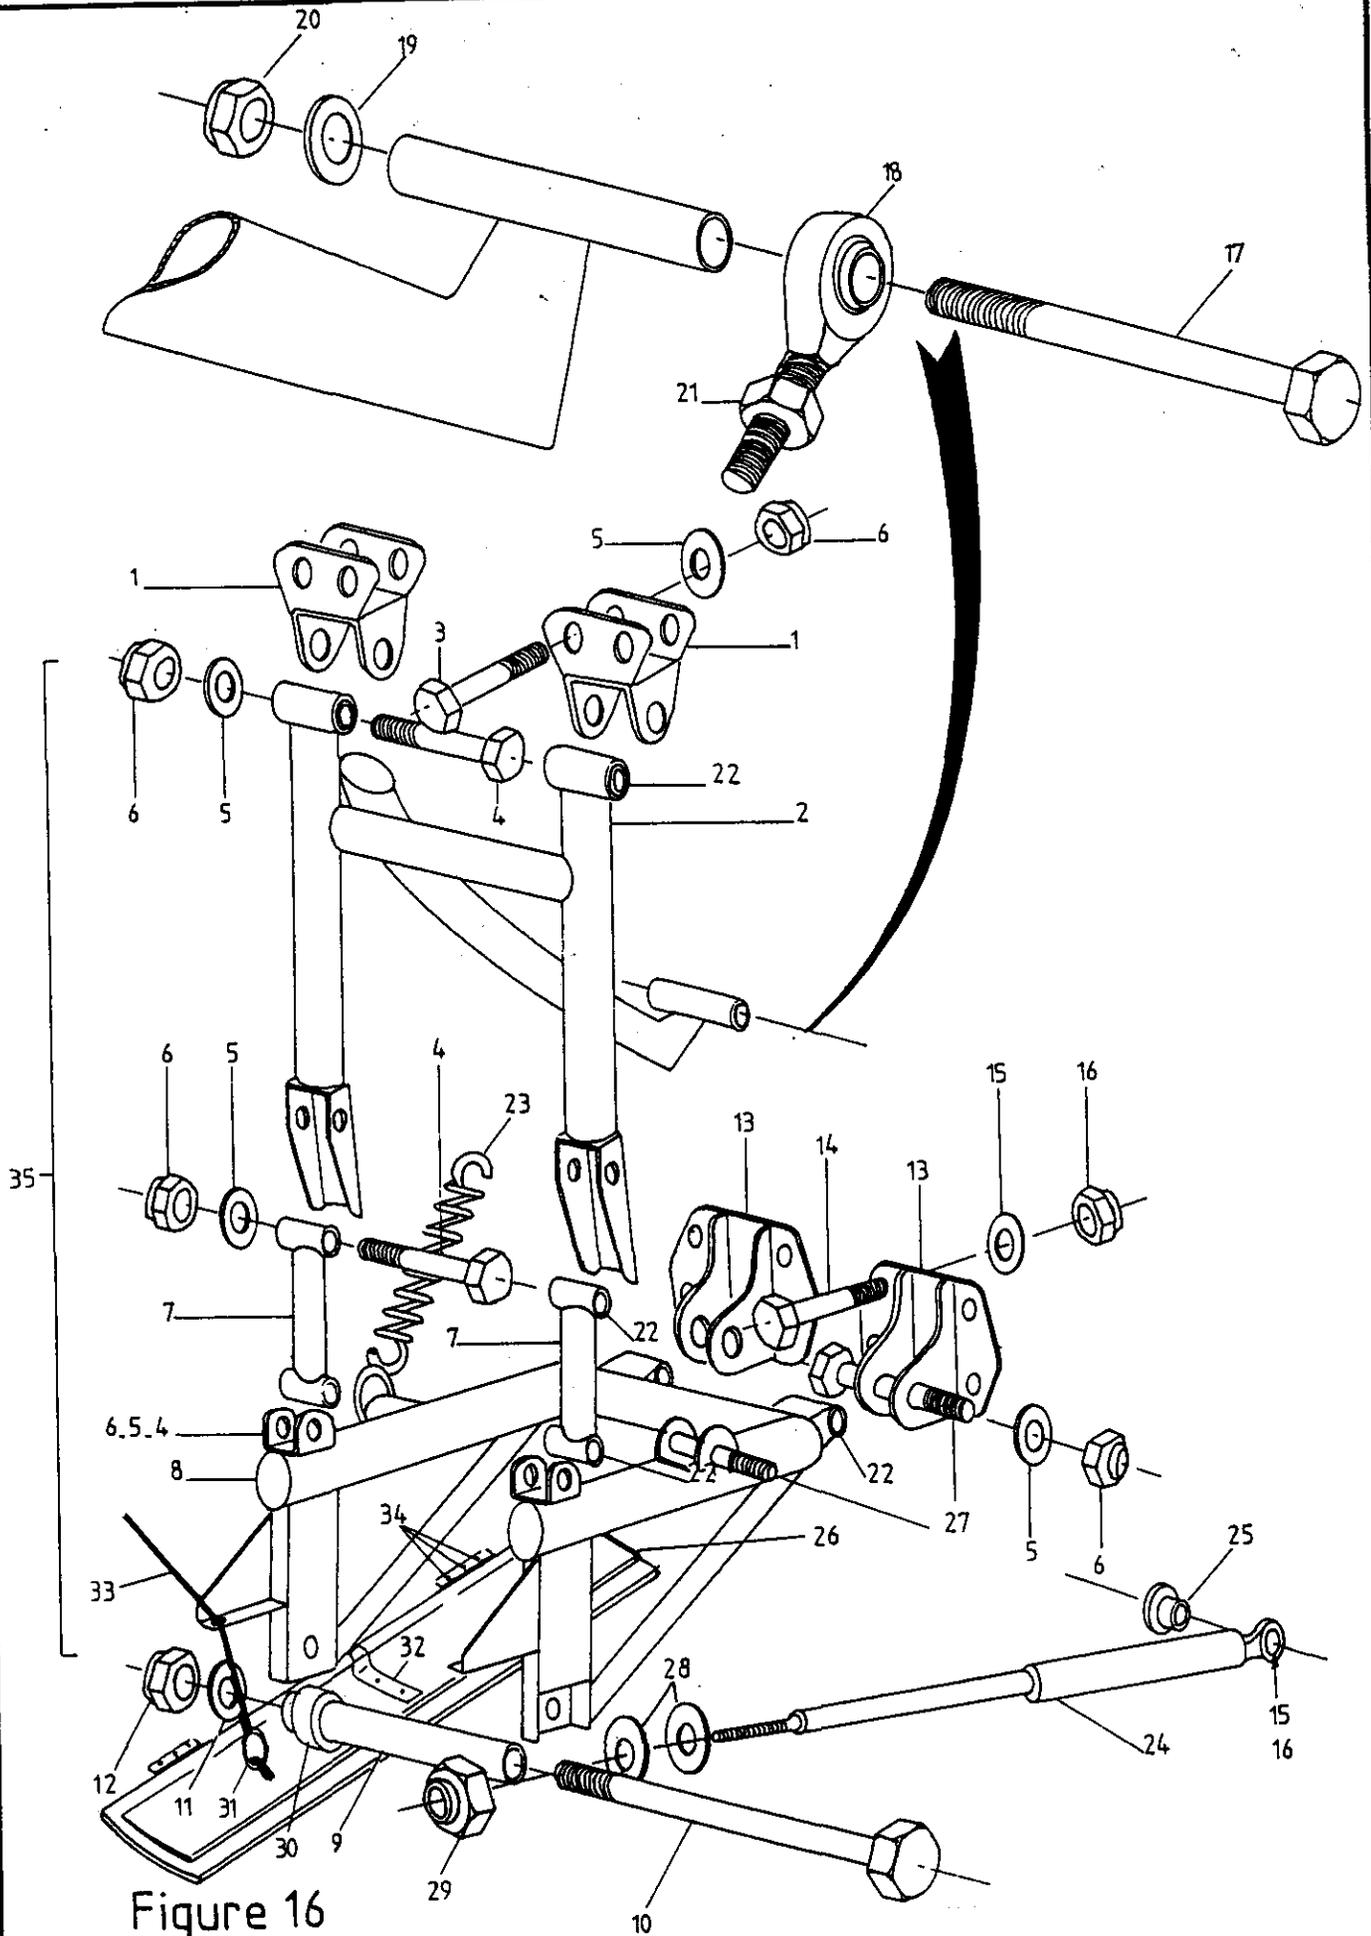

Figure 16
- Figure 16 : Ensemble du train rentrant
TRAPPES - DE TRAIN VOIR FIGURE 16